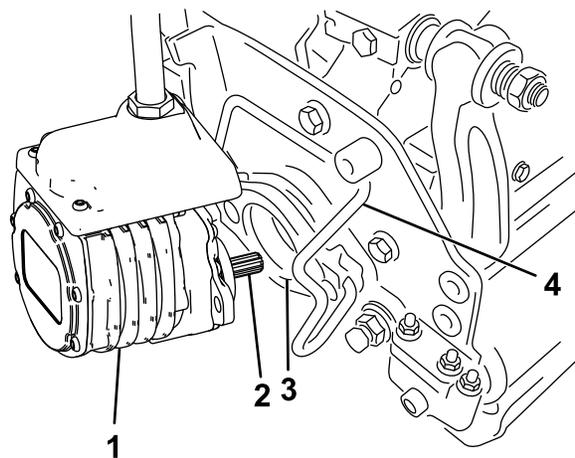

図 55
- 6. カuttingユニット用モータのスプラインシャフトにきれいなグリスを塗りつける **図 55**。
- 7. モータを、カuttingユニットの左側運転席から見てに取り付け、カuttingユニットについているモータ固定バーを、モータの上から被せるようにセットし、モータの左右から「カチッ」というロック音が聞こえるまで押し下げる **図 55**。